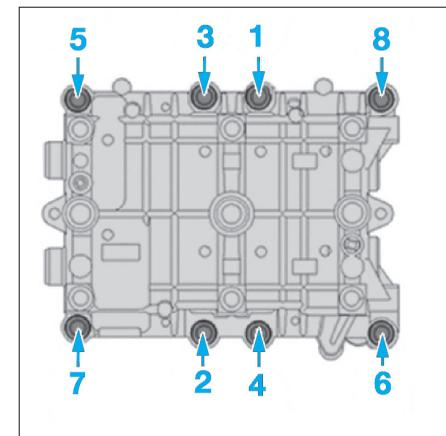

Fig. 95
- Serrer les vis du boîtier d'arbres d'équilibrage en respectant le couple et l'ordre de serrage prescrits (Fig.95).